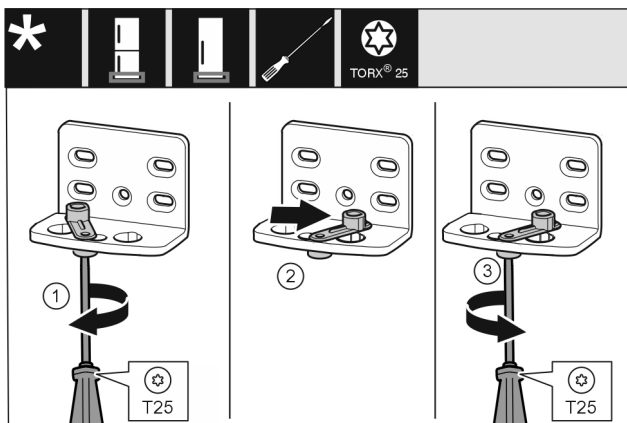

Fig. 14
- ▶ Vijake rahlo privijte z izvijačem T25. Fig. 14 (1)
- ▶ Pripomoček za zapiranje vrat dvignite in v izvrtini zavrtite za 90° v desno. Fig. 14 (2)
- ▶ Trdno privijte vijak z izvijačem T25. Fig. 14 (3)